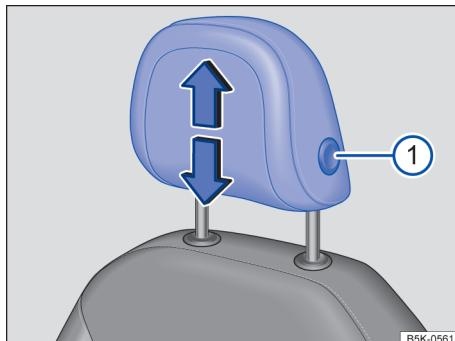
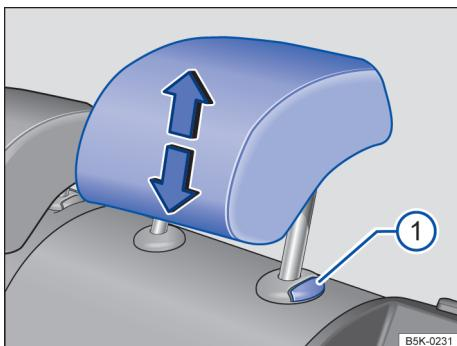

Fig. 76 Apoio para cabeça dianteiro: ajustar
Fig. 77 Apoio para cabeça traseiro: ajustar
- Deslocar o apoio para cabeça no sentido da seta, para cima ou para baixo e, se for o caso, com o botão → Fig. 76 1 ou → Fig. 77 1 para cima ou para baixo → em *Introdução ao assunto* na página 91.